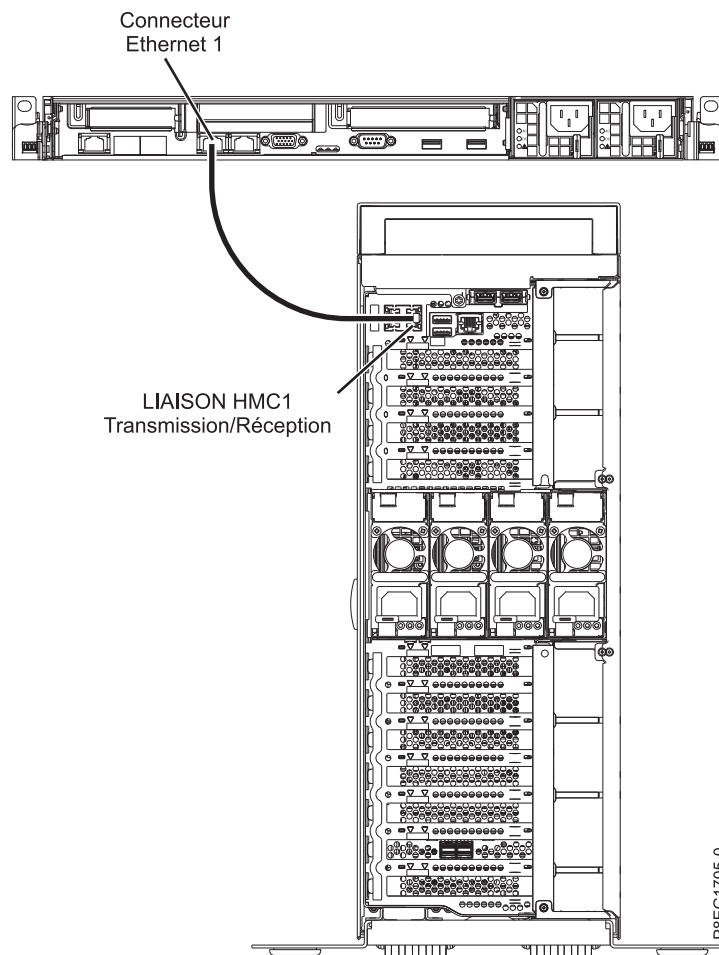

Figure 21. Connexion de la console HMC au système géré
1. Si vous souhaitez connecter directement la console HMC au système géré, reliez le **connecteur Ethernet 1** de la console HMC au port **HMC1** du système géré. Voir figure 21, à la page 37.